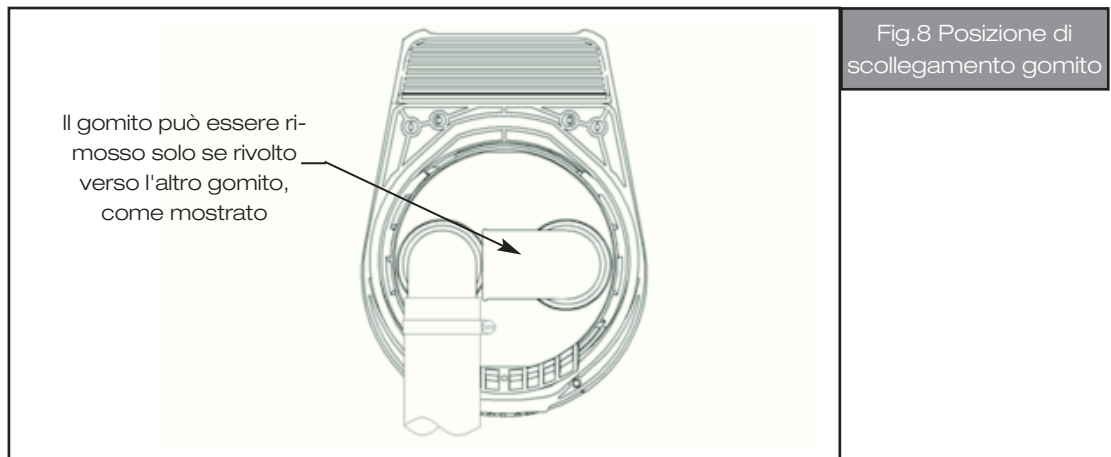

Fig.8 Posizione di scollegamento gomito
3. I gomiti possono essere rimossi e i tubi montati prima dell'installazione ruotando i gomiti stessi fino al punto in cui il gomito di uscita/ingresso sia rivolto direttamente verso l'altro gomito e quindi estraendolo. Vedere la fig. 8.
3. Rimuovere i gomiti dagli attacchi come mostrato nella Fig. 8.